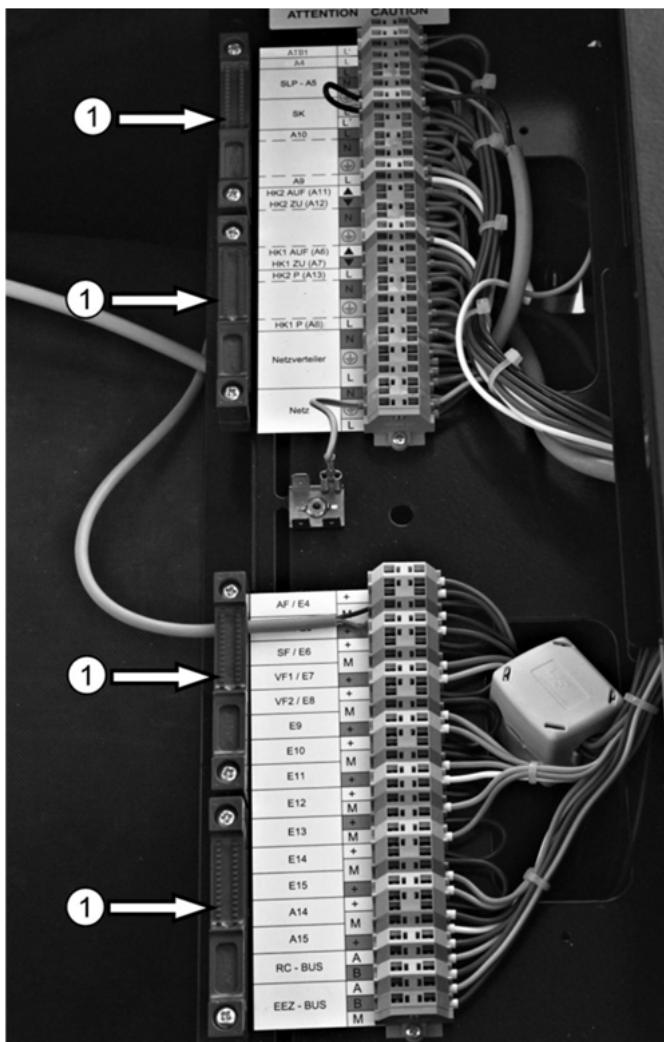

Abb. 18: Klemmleiste 230 V (oben) und Klemmleiste Kleinspannung (unten)
- Befestigen Sie die elektrischen Leitungen an den Zugentlastungen ① (s. Abb. 18, Seite 17).
Legende zu Abb. 18: